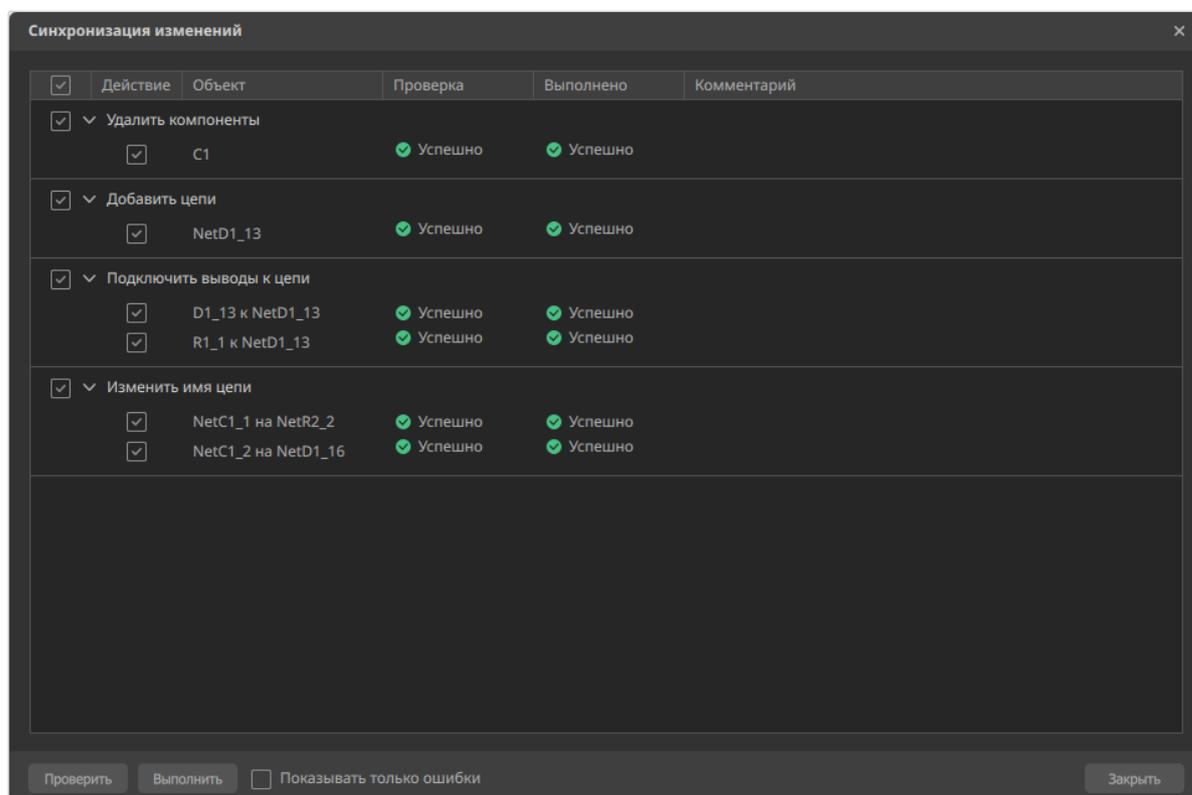

Рисунок 80. Статус выполнения в окне «Синхронизация изменений»
- б) После исправления всех ошибок нажать на кнопку «Выполнить». В столбце «Выполнено» отобразится состояние всех отмеченных действий (см. рисунок 80).